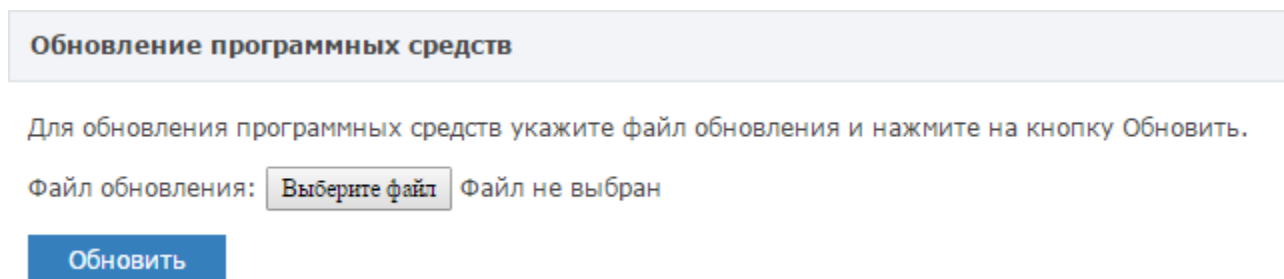

Рисунок 9.36 — Кнопка **Обновление ПО**
2. В блоке **Обновление программных средств** (рисунок 9.36) в поле **Файл обновления** укажите файл архива программных средств, нажмите на кнопку **Обновить**.